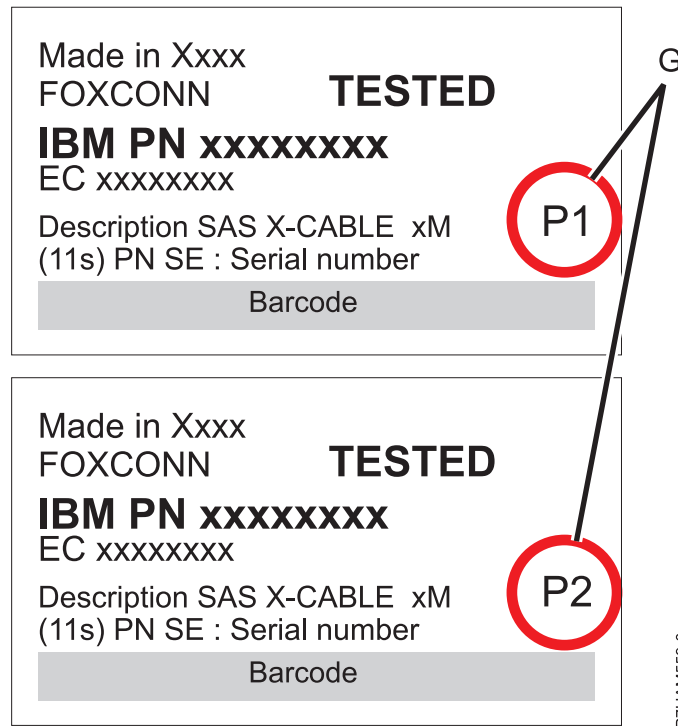

Figure 34. Etiquettes des câbles d'adaptateur SAS avec les identificateurs P1 et P2
- Le câble qui se branche sur l'adaptateur SAS indépendant 1 (C) comporte une étiquette avec l'identificateur P1 (G), comme illustré à la figure 34, à la page 32. Cet adaptateur n'accède à aucun autre adaptateur indépendant et accède uniquement aux baies d'unité D1 à D6.
- Le câble qui se branche sur l'adaptateur SAS indépendant 2 (D) comporte une étiquette avec l'identificateur P2 (G), comme illustré à la figure 34, à la page 32. Cet adaptateur n'accède à aucun autre adaptateur indépendant et accède uniquement aux baies d'unité D7 à D12.
- Le câble qui se branche sur l'adaptateur SAS indépendant 3 (E) comporte une étiquette avec l'identificateur P1 (G), comme illustré à la figure 34, à la page 32. Cet adaptateur n'accède à aucun autre adaptateur indépendant et accède uniquement aux baies d'unité D13 à D18.
- Le câble qui se branche sur l'adaptateur SAS indépendant 4 (F) comporte une étiquette avec l'identificateur P2 (G), comme illustré à la figure 34, à la page 32. Cet adaptateur n'accède à aucun autre adaptateur indépendant et accède uniquement aux baies d'unité D19 à D24.